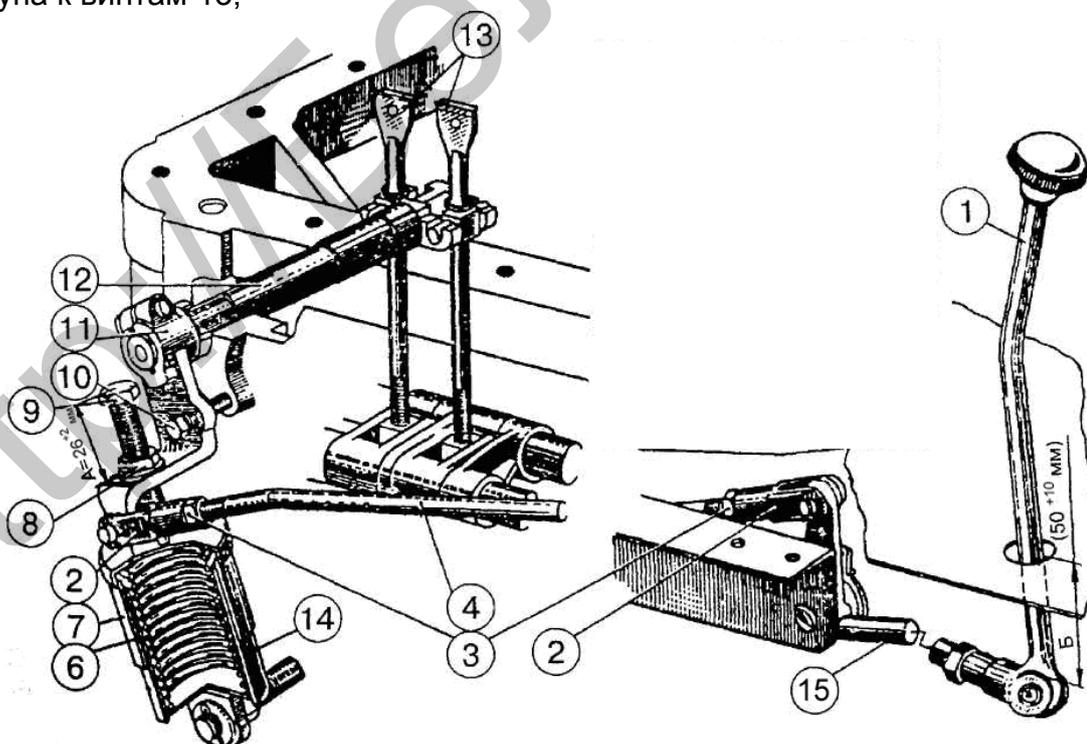
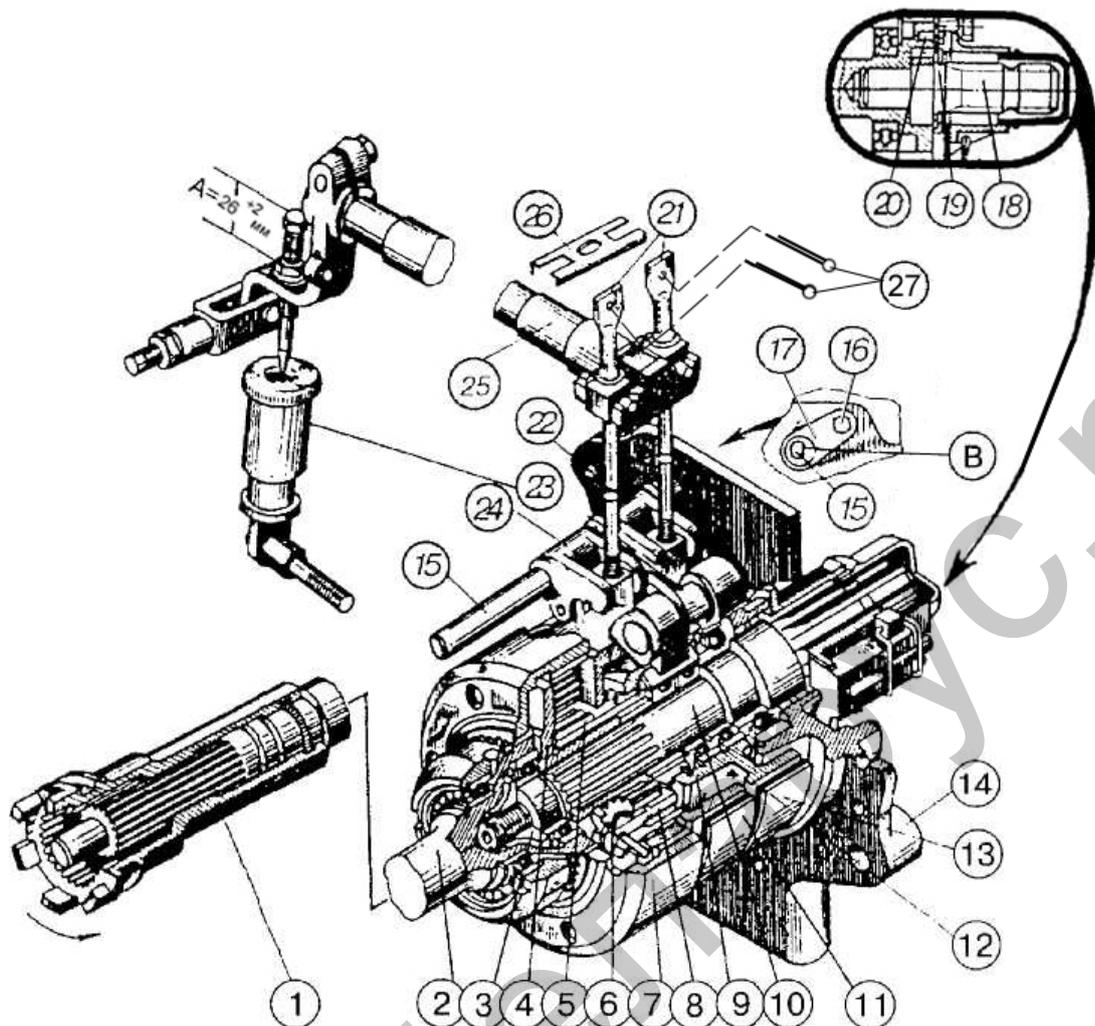

Рис. 1 Управление задним ВОМ:
Рис. 2 Планетарный редуктор заднего ВОМ:
1. Установите эксцентриковую ось 15 в исходное положение, чтобы лыска "В" (рис. 2) находилась справа вертикально и зафиксируйте стопорящей пластиной 17 и болтом 16;
2. Отсоедините тягу 4 (рис. 1);
6. Снимите стопорную пластину 26 (рис. 2), заверните поочередно регулировочные винты 21 крутящим моментом от 8 до 10 Н•м, затем отверните каждый винт на два оборота, при этом довернуть винты так, чтобы головки винтов располагались параллельно продольной оси трактора;
10. Установите тягу 4 (рис. 1), изменяя длины тяг 4 и 15 установите зону качания рычага 1 в средней части прорези пульта управления, при этом отрегулируйте размер Б ( $50^{+10}$  мм). После окончания регулировки установите на регулировочные винты 21 стопорную пластину 26 и шпильки 27 (рис. 2), крышку люка заднего моста, законтрите тяги 4 и 15 (рис. 1), а также болт 9 гайками 3 и 8.
После нескольких наружных регулировок эксцентриковая ось 15 (рис. 2) может занять крайнее левое положение (лыска "В" станет вертикально слева), что указывает на израсходование запаса внешней регулировки. В этом случае эксцентриковую ось поворотом против часовой стрелки установите в исходное положение (лыска справа вертикально), после чего выполните регулировочные операции, как описано выше (при сборке на заводе или после ремонта ВОМ). При правильно выполненной регулировке рычаг 1 (рис. 1) в положении "включено" или "выключено" должен не доходить не менее, чем 30 мм до края прорези пульта управления и четко переходить через нейтральное положение.
На некоторых партиях тракторов возможно отсутствие механизма внешней подрегулировки управления ВОМ (поз. 15,16,17 рис. 2). В этом случае регулировку производите, как указано выше для регулировки управления ВОМ после ремонта или при сборке на заводе. На тракторах с малогабаритной кабиной размер "Б" составляет 50-60 мм. Эффективность тормозов ВОМ, отсутствие буксования зависит только от пружинного механизма, в первую очередь от наличия свободных зон для работы его и связанных с ним рычагов. Буксование ВОМ означает, что пружинный механизм или рычаги встречают дополнительное сопротивление при их перемещении вследствие отсутствия смазки в шарнирах, повышенного загрязнения, упирания (касания) в соседние детали трактора и пр.